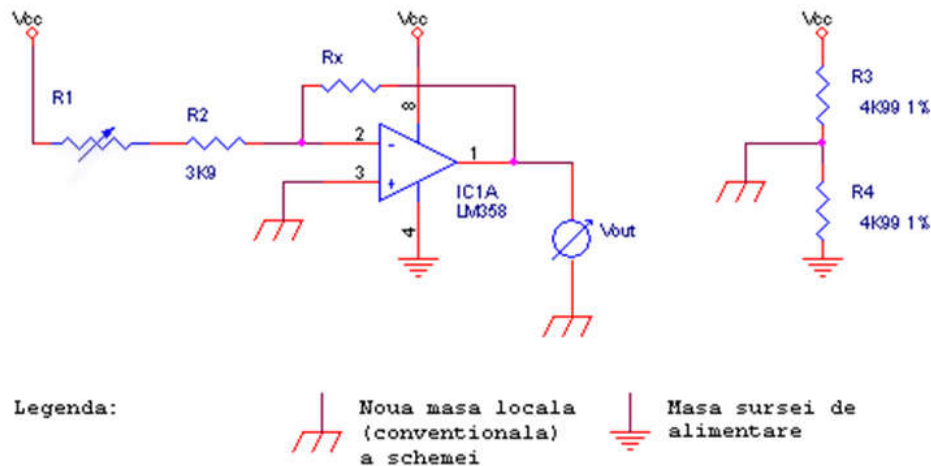

Fig. 6. Ohmetru realizat cu A.O.
17. Se dă schema de ohmetru realizat cu AO din Fig. 6 (similară cu cea din lab. 5). Tensiunea de alimentare este $V_{CC}=12V$. a) Știind că valoarea rezistenței R_X este citită pe voltmetrul V1, să se calculeze R_1 pentru a obține o constantă de conversie de $1V/K\Omega$. b) să se calculeze R_{XCS} în condițiile date. Pentru AO dat, tensiunea de ieșire poate ajunge între $0V$ (față de tensiunea de la pinul 4) și $V_{CC} - 1.25V$ (față de tensiunea de la pinul 8). c) modificați valorile R_3, R_4 a.î. fără nici o altă modificare a schemei, să avem un $R_{XCS}=10K\Omega$.